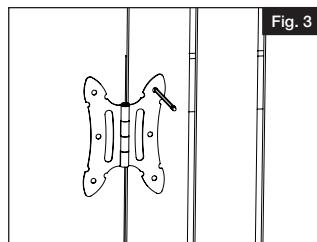

Fig. 3
- Marquer l'emplacement des vis sur la barrière (Fig. 3).